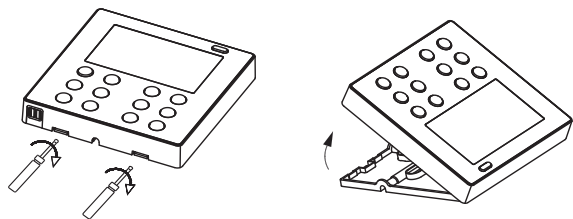

Fig. 2 — Ouverture de la plaque de montage arrière
5. Insérez un tournevis plat dans les fentes se trouvant dans la partie inférieure du contrôleur pour ouvrir la plaque de montage arrière. Reportez-vous à la fig. 2.